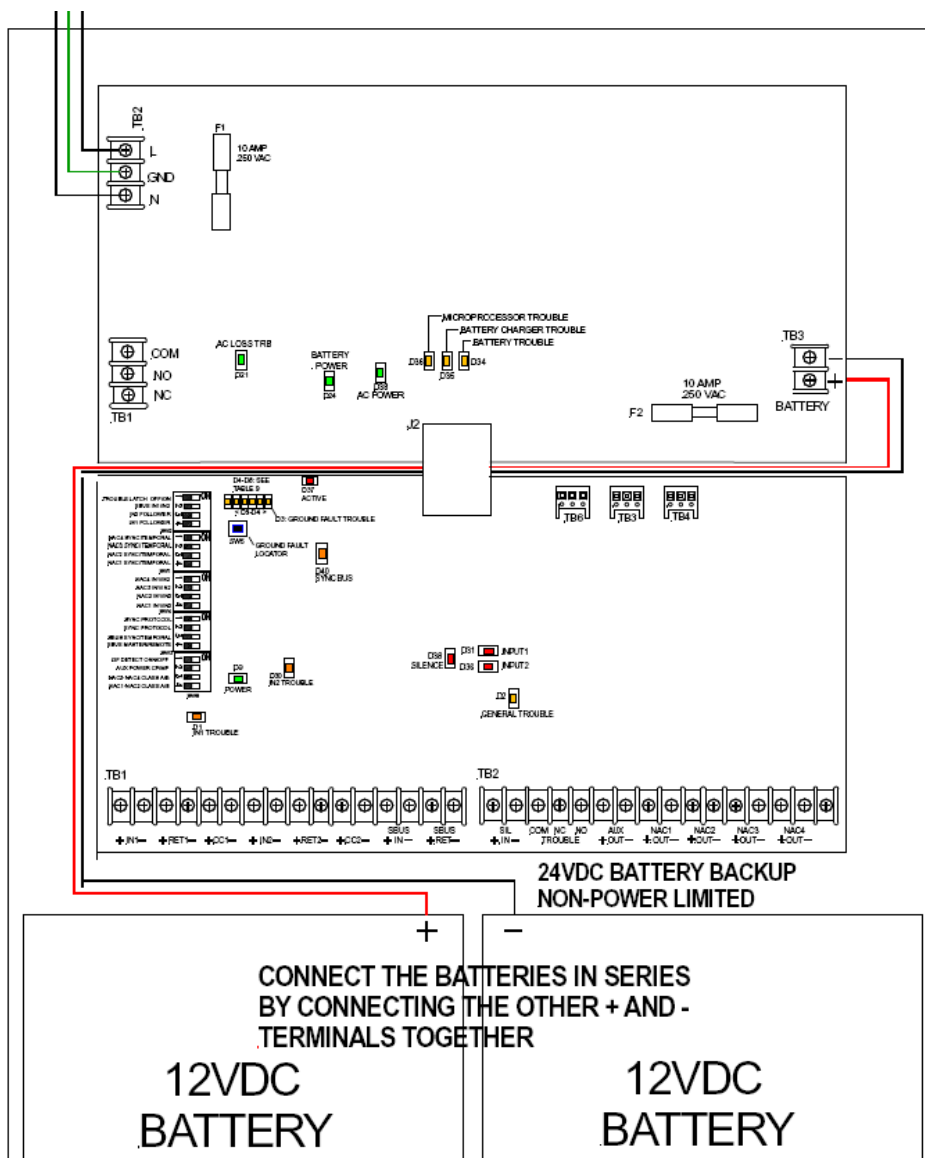
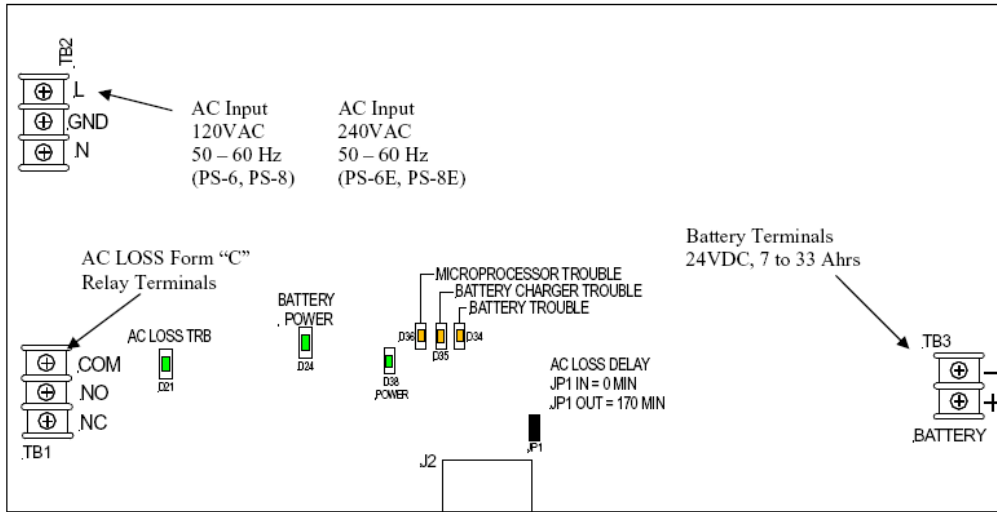
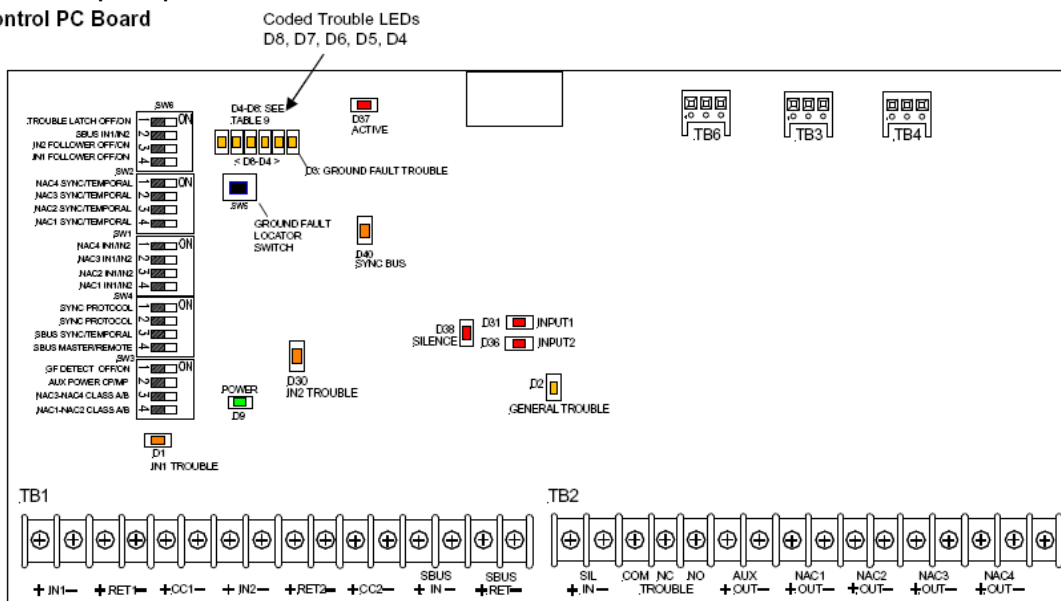
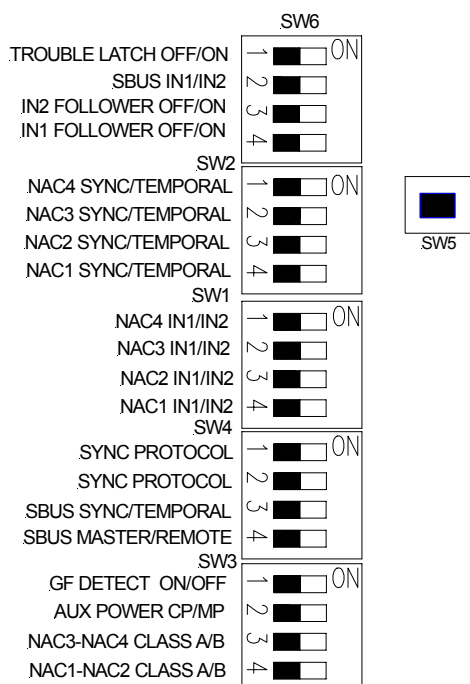

Рис.5: Размещение электропроводок основного и резервного питания
Рис. 6: Печатная плата модуля питания/зарядного устройства
Рис.7: Общий вид печатной платы контроллера
Рис. 8: Переключатели на печатной плате контроллера
Установите переключатели и подключите внешние электропроводки к прибору. Расположение разъемов на плате модуля питания/зарядного устройства показано на Рис.5 и Рис.6. Расположение разъемов на плате печатной плате контроллера показано на Рис.7.
На Рис.7 показано расположение клеммных разъемов, перечисленных в Таблице 2.
Внешний вид групповых DIP-переключателей, расположенных на печатной плате контроллера, и их установки показаны на Рис.8.
2. Расположение переключателей на печатной плате контроллера показано на Рис. 7. Вид переключателей показан на рис. 8. Описание каждого переключателя приведено в Таблице 3.
1. Подключите к прибору основной источник питания – сеть 220В 50Гц. Прибор должен подключаться к электросети здания по отдельной выделенной линии, в которой не должно быть выключателей. Сначала должны быть выполнены подключения этой линии к сети электроснабжения здания. Ввод питающего кабеля внутрь прибора должен выполняться через одно из заглушенных отверстий, расположенных слева на верхней стенке корпуса или на левой боковой стенке корпуса (см. Рис. 5). В первую очередь следует подключать проводник заземления.